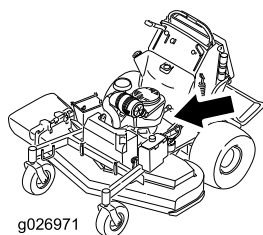

Figure 47
3. Remplacez le filtre à huile moteur (Figure 47).